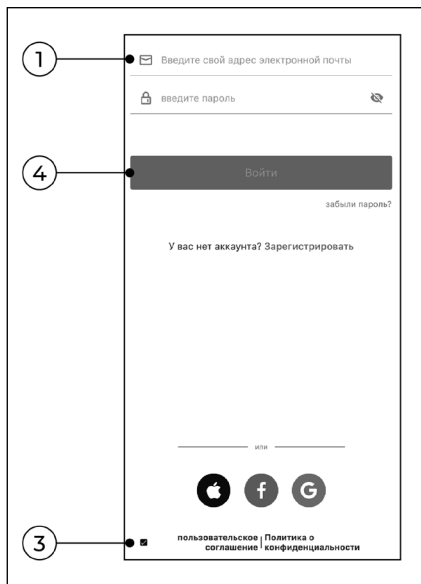

Рис. 35
11.3 Вход в приложение (Рис.35)